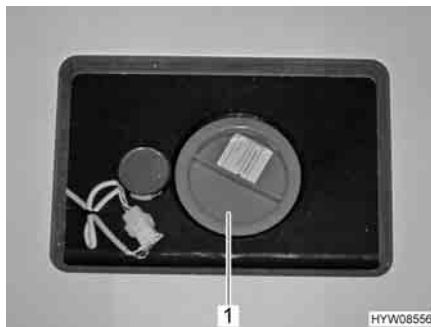

Fig. 166 Apertura per la pulizia sul serbatoio delle acque grigie
- A questo scopo aprire l'apertura per la pulizia (Fig. 166,1) per il serbatoio delle acque grigie e il rubinetto di scarico.